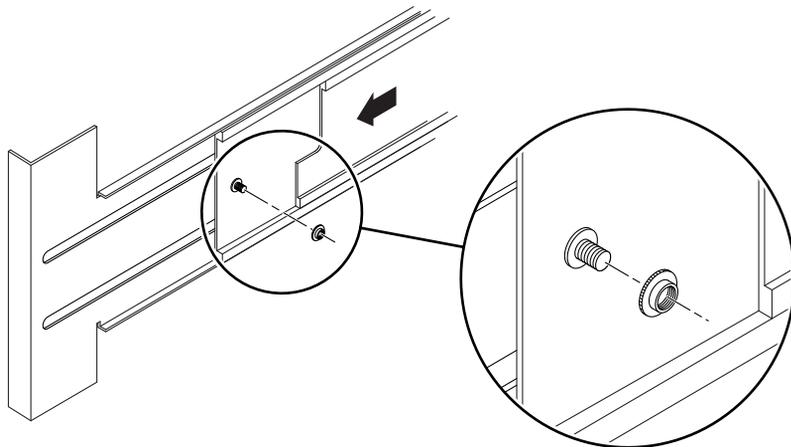

图 1-15 插入并拧紧锁垫
- 在服务器背面，将 Sun 提供的锁垫插入每个滑轨的柱头螺栓并拧紧（图 1-15）。锁垫侧翼应该朝外。